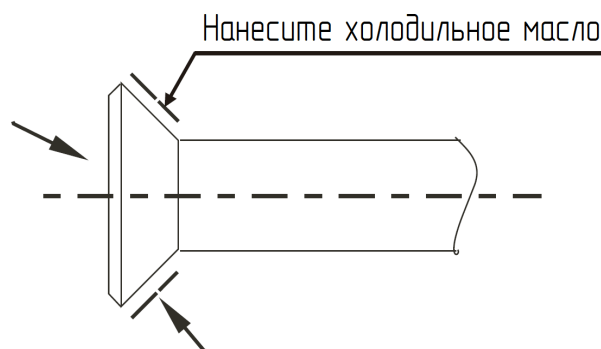

Рисунок 5.12 – Нанесение масла
2. Нанесите холодильное масло (должно быть совместимо с хладагентом данного типа) на наружную поверхность развальцованного соединения и коническую поверхность накидной гайки. Затем заверните гайку от руки на 3–4 оборота (см. рисунок 5.12) перед окончательной затяжкой.